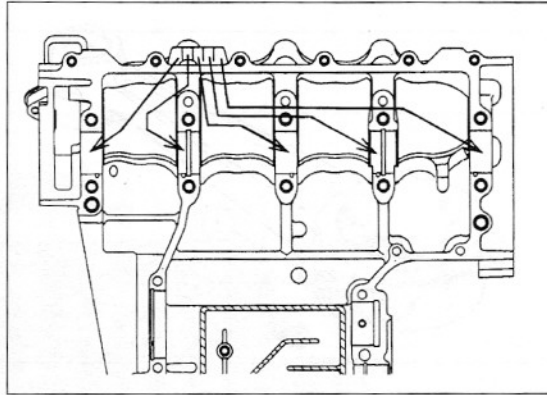

Bild 250
- Messergebnis mit Gehäusemarkierung (Bild 250) vergleichen.